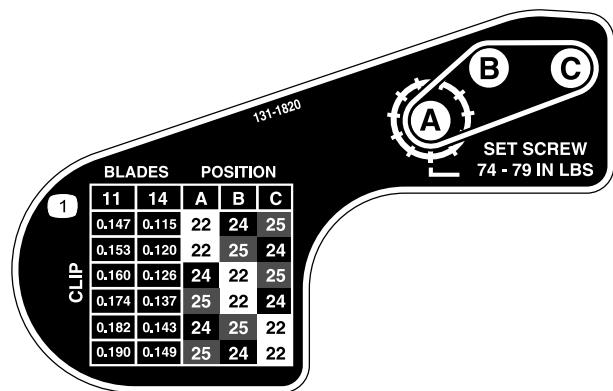

Bild 21
6. Lesen Sie die gewünschte Schnitthöhe und welche Riemenscheiben versetzt werden müssen in der Tabelle ab, die auf dem Aufkleber in Bild 21 dargestellt ist.
9. Setzen Sie jede Riemenscheibe in die neue Konfiguration, wie auf dem Aufkleber angegeben (Bild 21).